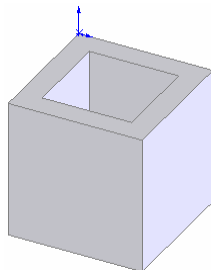

图 5-77 抽壳的图形
- ⑥ 确认抽壳特征。单击“抽壳”属性管理器中的“确定”图标按钮, 结果如图 5-77 所示。